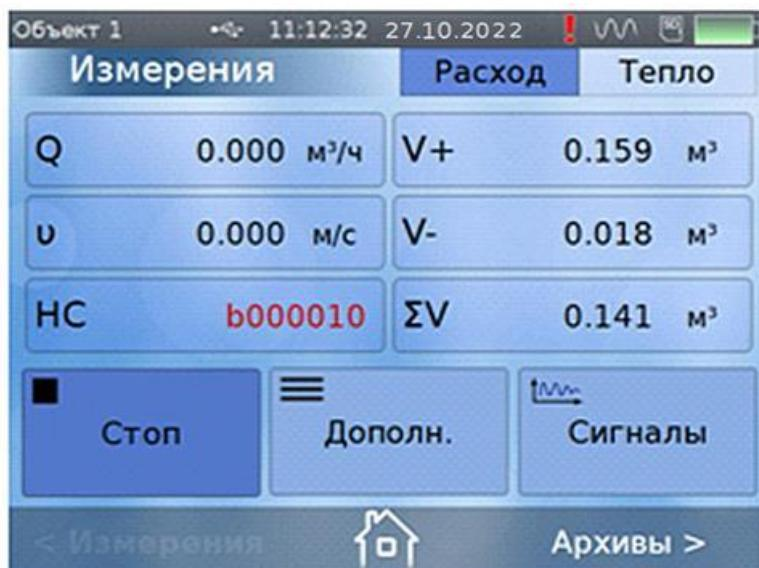

Рис.19. Отображение кода НС в окне «Измерения/Расход».
- В расходомере периодически производится автоматический контроль в режиме самотестирования с индикацией в окне **Измерения** (см. рис.19) кодов нештатных ситуаций (НС) красным цветом, например: